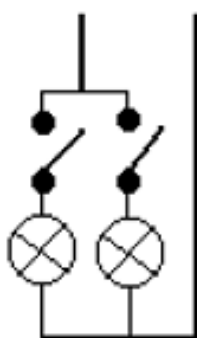

Fig. 1
- **Variante:** llave unipolar doble (Fig. 1), llave unipolar triple (Fig. 2), llave de dos posiciones (Fig. 3), llave de cambio simple (Fig. 4) y llave de cambio inversora (Fig. 5).-